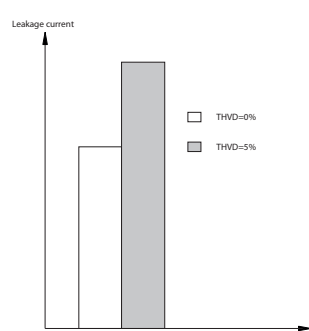

Bild 3.29 Ledningsdistortionens inverkan på läckström.
- ledningsdistortionen (se Bild 3.29)